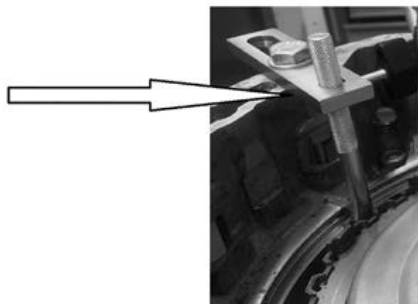

Fig. 1
- Montar uma das duas travessas compridas (6) e o batente de fim de curso (8), fixando corretamente na caixa da embraiagem (ver fig. 1)